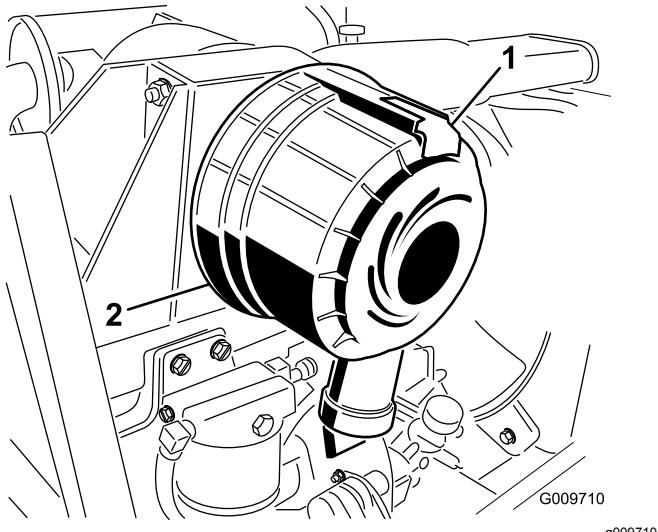

図 50
1. ラッチを引いて外し、カバーを左にひねってボディーからはずす図50。